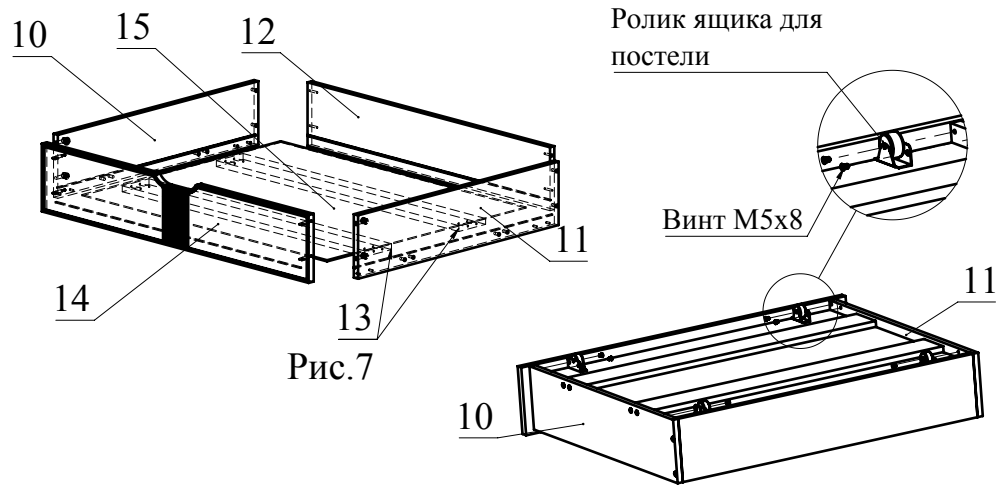

Рис.7
8. Соберите ящики. Соедините детали 10, 11, 12,13 с помощью конфирматов. Затем вставьте деталь 15 в пазы деталей 10, 11, 12. Соедините фасад ящика с деталями 10 и 11 и затяните головки минификсов (Рис. 7).